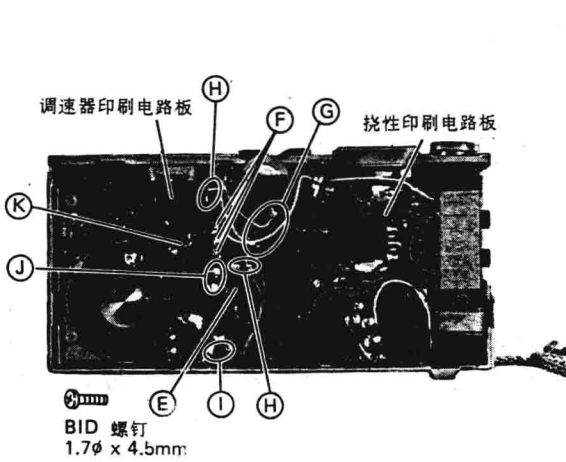

图 1-7
见图 1-7, 拆下固定主印刷电路板的一只螺钉⑤。焊开⑥三个焊点, 拆开调速器印刷电路板的挠性印刷电路板。拆开以下导线: (1) 来自磁头的三根导线③; 连接主印刷电路板和挠性印刷电路板④的导线⑧、①和②。拆下白铁皮上接印刷电路板和挠性印刷电路板的导线⑩。